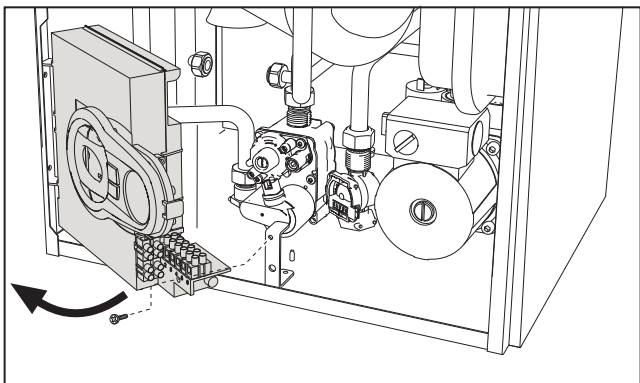

рис. 22
2. Ослабить винт и повернуть панель управления (см. рис. 22).